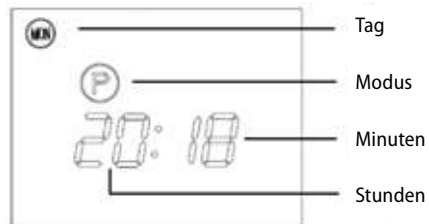

Abb. 1
1. Bauen Sie den Halter von dem Körper aus, siehe Abbildung 1.
Bevor Sie anfangen, mit dem Gerät zu arbeiten, schalten Sie den Umschalter an der Seite des Produkts ein. Die Abbildung des Displays wird siehe Abb. 1 sein, jetzt ist das Gerät im Bereitschaftsmodus, er heizt nicht. Auf dem Display wird **P** angezeigt.
Durch das lange Niederdrücken der Drucktaste **WTE** stellen Sie die Stunden ein, durch das lange Niederdrücken der Drucktaste **MIN** stellen Sie die Minuten ein, durch das lange Niederdrücken der Drucktaste **SET** stellen Sie die Tage ein, siehe Abb. 1.